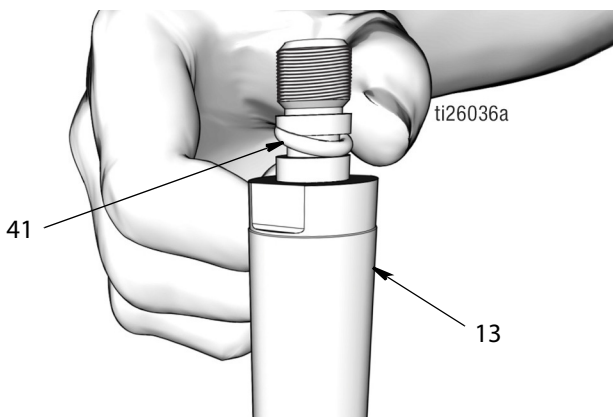

Рис. 46
**ПРИМЕЧАНИЕ:** Не допускается зажимание штока поршня (13) в тисках.
- Используйте чистую салфетку для обтирания штока поршня (13) и поршня (6), и для удаления любой грязи или загрязняющих веществ. Осмотрите поверхности на отсутствие любых царапин или повреждения. Замените поврежденные детали.
- Нанесите тонкий слой консистентной смазки на уплотнительное кольцо (41). Установите уплотнительное кольцо круглого сечения над пазами поршневого штока (13) (Рис. 46).
**ПРИМЕЧАНИЕ:** При необходимости, можно использовать пинцет для облегчения посадки уплотнительного кольца круглого сечения над пазами поршневого штока (13).